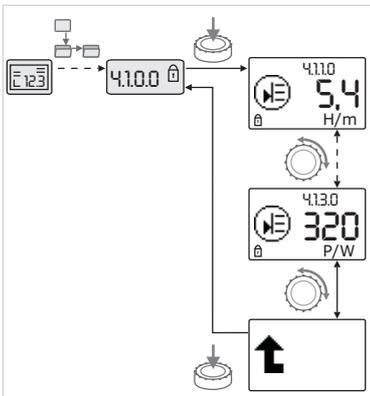

Fig. 39: Hente frem informasjon
- Ved å dreie på betjeningsknappen aktiveres menyelementer av typen "Informasjon" i den aktuelle undermenyen (se Fig. 39). For forklaringer til innstillingene som vises med symbolene, se tabellen i kapittel 8.7 "Referanse menyelementer" på side 39.